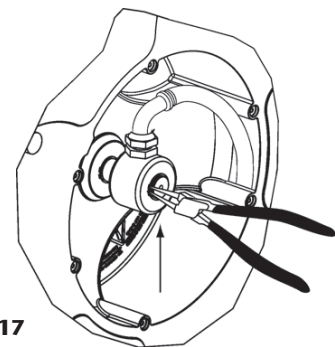

Fig. 17
3. Entfernen Sie den Spannring und entnehmen Sie das Drehgelenk. Vorsicht, beschädigen Sie nicht den O-Ring des Drehgelenks (Fig. 17).